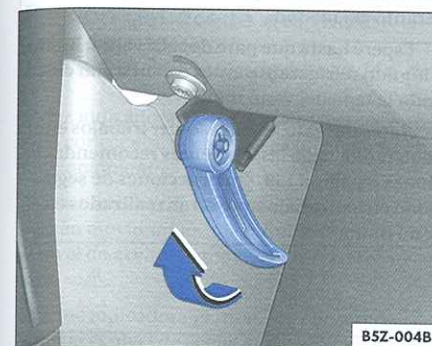

Fig. 110 Detalle de la zona reposapiés en el lado del conductor: Palanca de desbloqueo de la tapa del vano motor
- Tire la palanca de desbloqueo, colocada debajo del cuadro de instrumentos ⇒ fig. 110 -flecha- – la tapa del vano motor se desbloqueará debido al esfuerzo del resorte ⇒ ⚠.